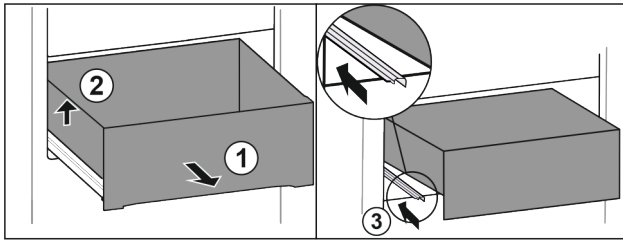

Fig. 92
- ▶ Scoateți sertarul până la opritor. Fig. 92 (1)
- ▶ Ridicați sertarul din stânga. Fig. 92 (2)
- ▶ Inșerați șina din stânga. Fig. 92 (3)